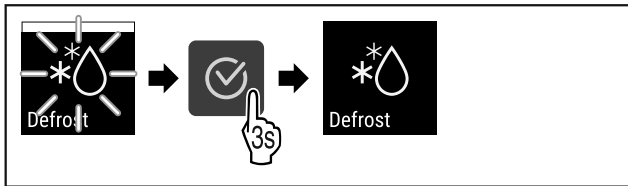

Fig. 87
- ▶ Efectuați pașii de acțiune (vezi Fig. 87) .